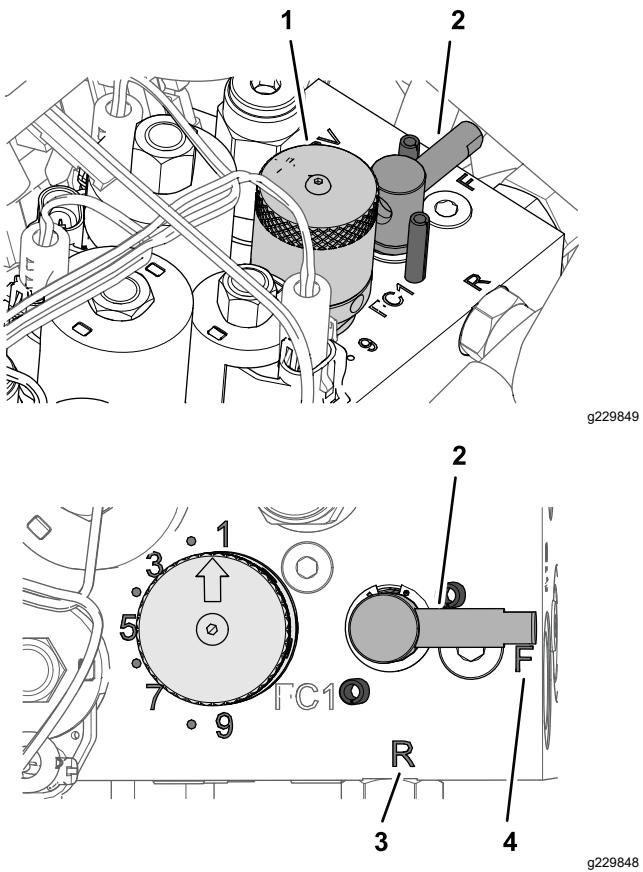

図 66
4. バックラップレバーを逆転R位置にセットする図 66。
5. リール速度ノブを 1 にセットする図 66。